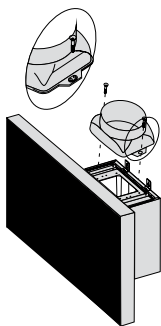

Рис. 14
5. Установите пластмассовый переходной фланец (если он не установлен) на соответствующее место сверху вытяжки с помощью двух шурупов. (рис. 14).